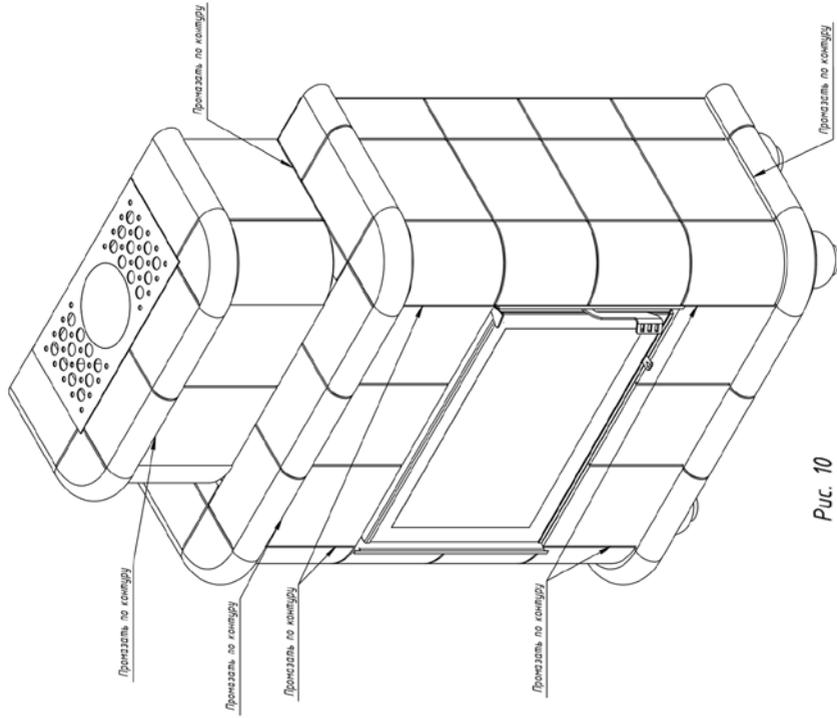

Рис. 10
12. Стыковочные русты (швы) в местах примыкания панелей (указаны на чертеже стрелками) промазывать силиконовым термостойким герметиком, входящим в комплект поставки (Рис. 10)